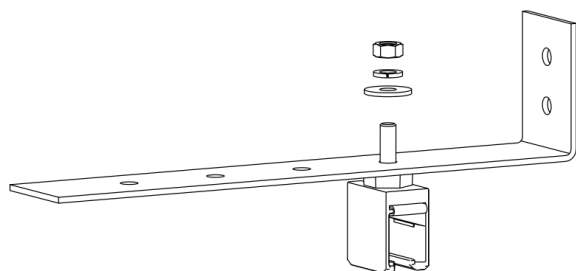
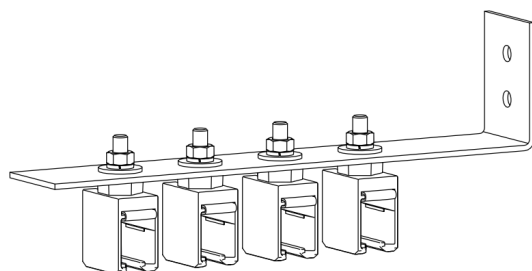

Abb. 58: Schienenhalter in erste Bohrung des Halteblechs stecken
Abb. 60: Alle Schienenhalter sind montiert
- Den Schienenhalter in die Bohrung des Halteblechs stecken und von oben die Verschraubungen mit dem vorgeschriebenen Drehmoment (SW 13, Drehmomentschlüssel: **7 Nm**) anziehen (siehe Abb. 58 bis Abb. 60). Die untere Halteklammer des Schienenhalters muss drehbar sein. Eine nachträgliche Ausrichtung ist nicht nötig.